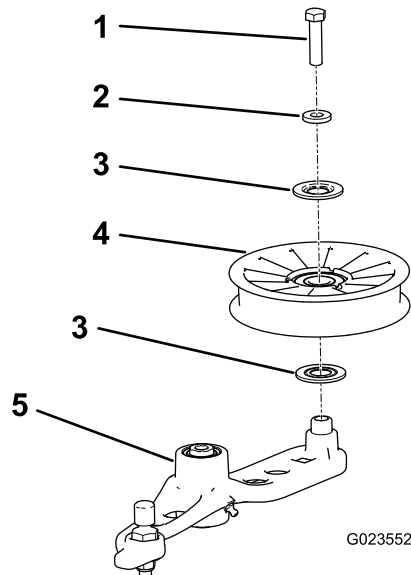

Figura 57
6. Retire el perno que sujeta la polea tensora antigua al brazo tensor, e instale una polea nueva (Figura 57).